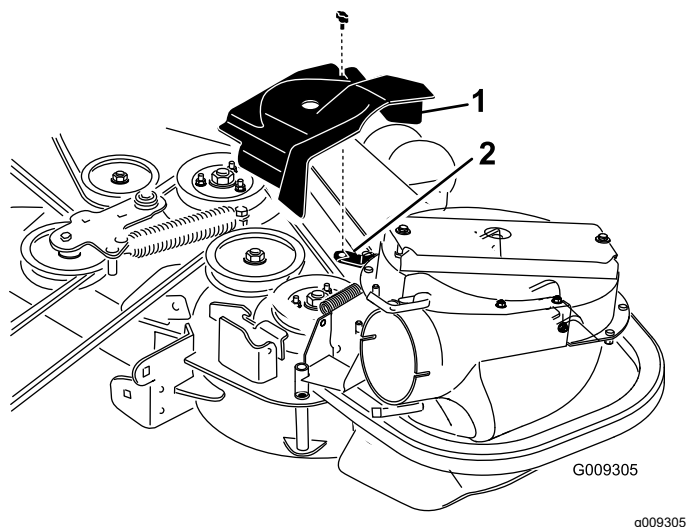
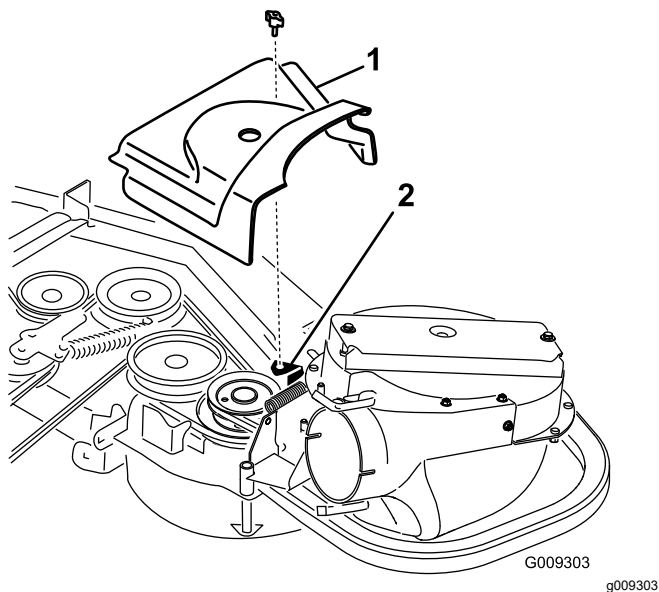

Figure 28
Figure 29
2. Instale la cubierta nueva de la correa de manera que las muescas de cada lado pasen por encima de los soportes de la cubierta de la correa, y enganche el cierre (Figure 28 o Figure 29).